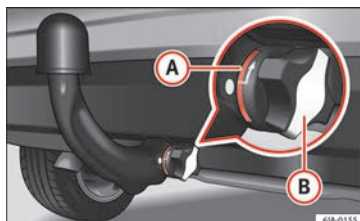

Bild 200 Staget med kula korrekt placerat
- Det röda (A) » bild 200 märket på det manuella reglaget är riktat mot det vita märket på staget med kulan.
- Skydd (B) har placerats över låset till det manuella reglaget.